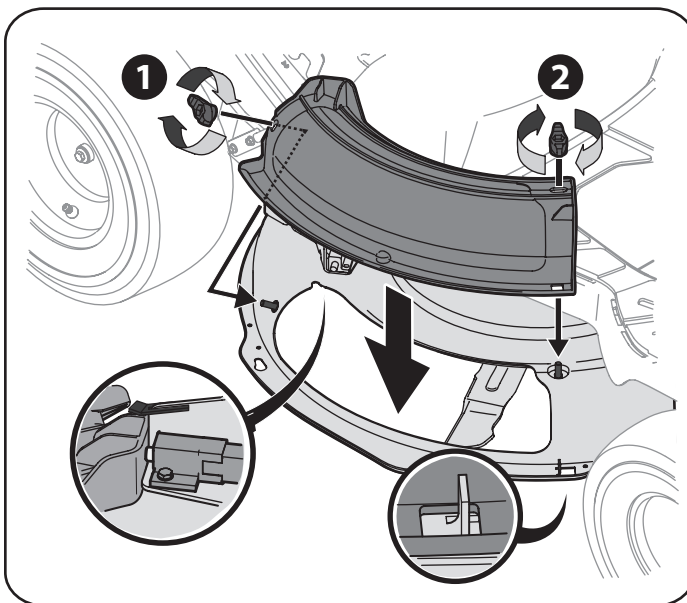

Figura 11
1. Retire las perillas de ala instaladas en la plataforma de corte y consérvelas para una instalación posterior. Ver la Figura 11.
2. Instale el tapón de mulch en la abertura de descarga de la plataforma en la plataforma. La parte posterior del tapón de mulch debe estar debajo de la pestaña en el soporte de la plataforma trasera. Los postes en la superficie de la plataforma encajarán a través de los orificios en la parte superior del tapón de mulch. La pequeña pestaña en el área del labio de la plataforma se ajustará a través del corte cuadrado en la parte inferior del tapón de mulch. Vea la Figura 11.
2. Retire la cubierta plástica, si es que está presente, del borne positivo de la batería y una el cable rojo al borne positivo de la batería (+) con un perno y su tuerca hexagonal usando una llave de 7/16 pulgadas y una llave de cubo. Vea la Figura 11.